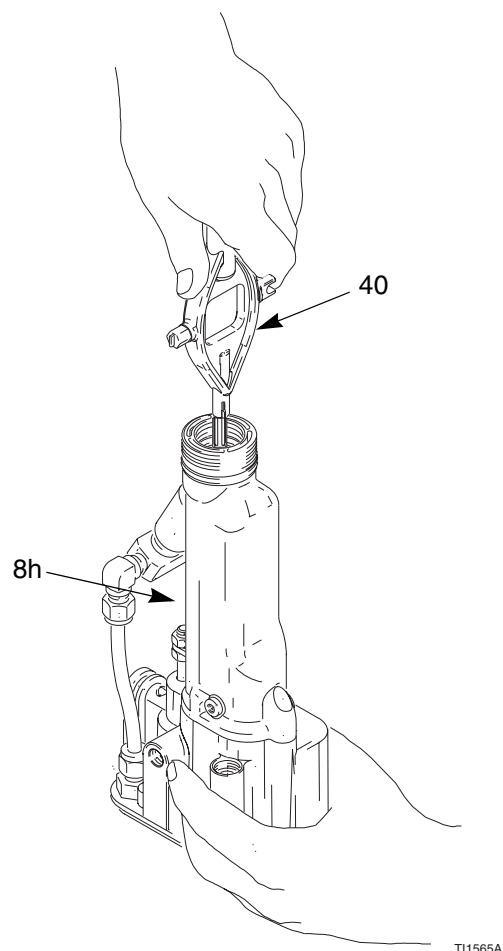

Abb. 22. Austausch der Elektrode
2. Luftkappe und Düse entfernen; siehe Seite 34. Das Pistolenabdeckblech (2) entfernen.
3. Die Elektrode (7) mit dem Multifunktionswerkzeug (40) abschrauben. Das Ende der Packungsstange (8h) halten, damit sie sich nicht drehen kann; Abb. 22.